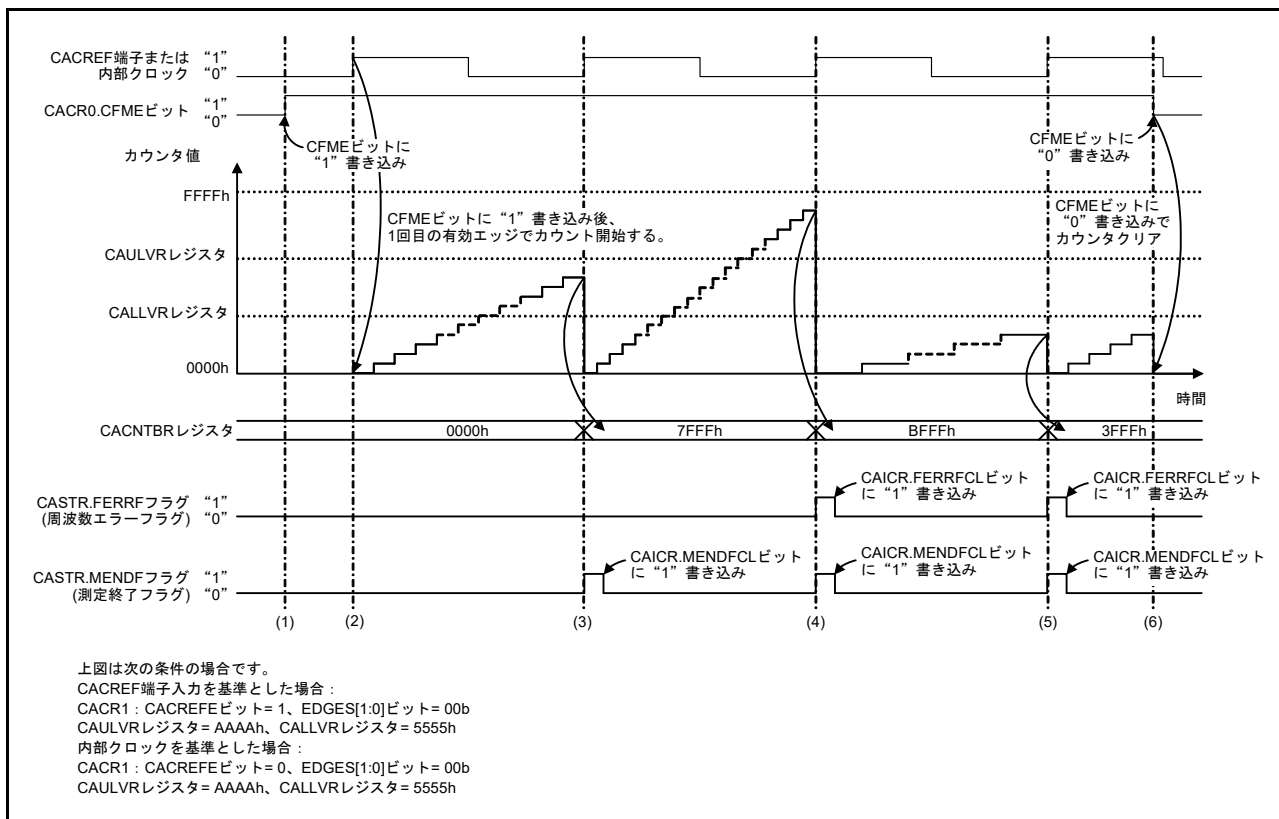

図 10.2 クロック周波数精度測定回路の動作例
クロック周波数精度測定回路は、CACREF 端子入力または内部クロックを基準にクロック周波数を測定します。図 10.2 にクロック周波数精度測定回路の動作例を示します。
- (2) CACREF 端子入力を基準とした場合は、CFME ビットに“1”を書き込み後、CACREF 端子から CACR1.EDGES[1:0] ビットで選択した有効エッジ (図 10.2 では立ち上がりエッジ (CACR1.EDGES[1:0]=00b)) が入力されるとタイマのカウンタアップが開始します。
内部クロックを基準とした場合は、CFME ビットに“1”を書き込み後、CACR2.RSCS[2:0] ビットで選択したクロックソースを元に CACR1.EDGES[1:0] ビットで選択した有効エッジ (図 10.2 では立ち上がりエッジ (CACR1.EDGES[1:0]=00b)) が入力されるとタイマのカウンタアップが開始します。